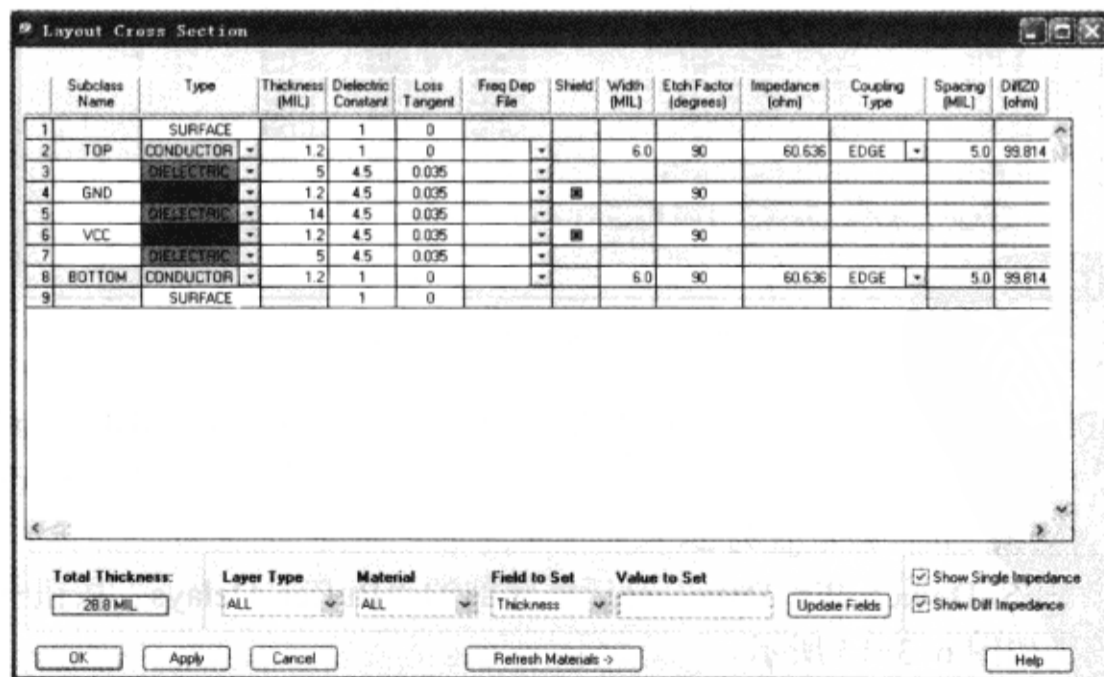

图 6-3-11 设置 BOTTOM 层参数
(10) 编辑 BOTTOM 层参数获得  $100\Omega$  差分阻抗，设置“Coupling Type”为“EDGE”，“Line Width”值为 6.0mil，“Spacing”值为 5.0mil。现在差分阻抗值是  $99.814\Omega$ ，阻抗值是  $60.636\Omega$ ，如图 6-3-11 所示。